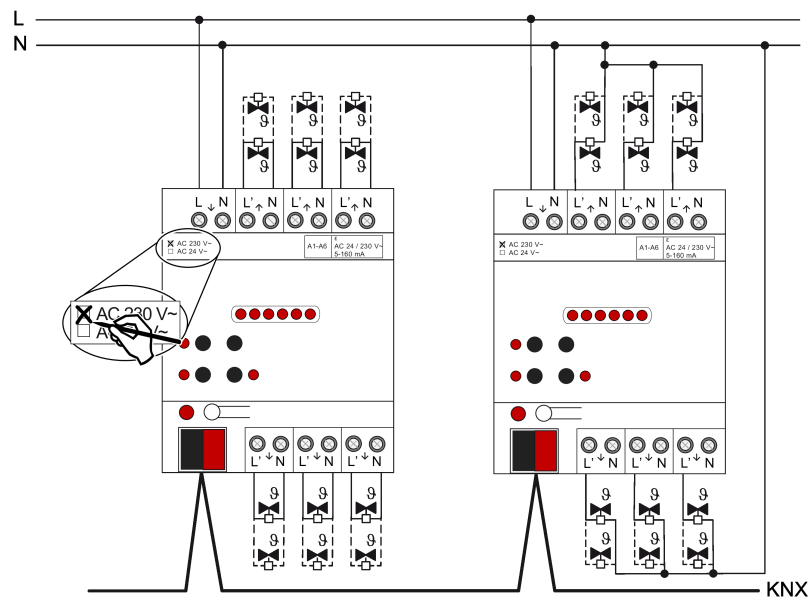

Figura 3: Collegamento per azionamenti AC 230 V (esempi di collegamento)
- Collegare i sistemi di attuazione AC 230 V secondo lo schema elettrico degli allacciamenti (Vedi figura 3). I conduttori di neutro dei sistemi di attuazione possono essere collegati direttamente ai morsetti N delle uscite dell'attuatore di riscaldamento (esempio di collegamento a sinistra), o in alternativa possono essere collegati a un potenziale N idoneo (ad es. morsetto N nel ripartitore) congiuntamente (esempio di collegamento a destra). Non è obbligatorio collegare i conduttori di neutro dei sistemi di attuazione direttamente all'attuatore.